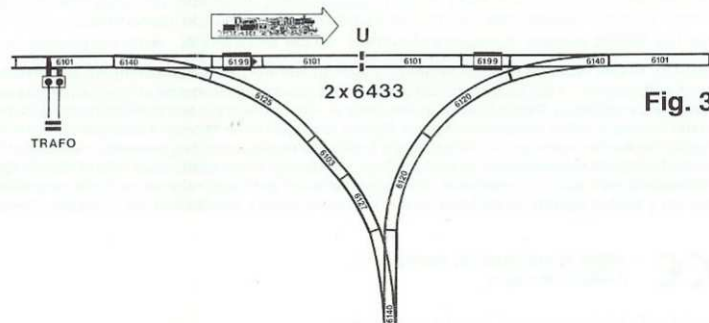

Fig. 3
Das Kehrschleifen-Set 6199 kann auch in ein Gleisdreieck eingebaut werden. Auch hier kann das Gleisdreieck nur in Pfeilrichtung befahren werden. (Fig. 3) Nachdem ein Zug die Unterbrechung U überfahren hat, hält er solange, bis der Reglerknopf am Fahrpult über den Nullpunkt hinweg in die andere Fahrtrichtung gedreht wird.
The train will travel over piece 1 into the reverse loop as far as the isolating break (U) on the exit side. After the train has halted, simply reverse the direction of the control knob of the controller, and the train will continue onwards. The reverse loop set 6199, can also be installed in a track triangle. Here also the train must travel in the set direction. (Fig. 3). As soon as the loco has passed over the isolating break (U) it will stop, until the direction of the control knob of the controller is reversed.
Le train entre dans la boucle par le rail 1 et s'arrête devant le rail 2, après être passé sur le sectionnement U. Il sortira de la boucle dès qu'on aura inversé le courant au transformateur. Le Set 6199 peut également être incorporé dans un triangle. Ici aussi, le train devra toujours parcourir le triangle dans le même sens (celui indiqué par la flèche blanche, voir fig. 3). Le train s'arrêtera après le passage sur le sectionnement U et continuera son chemin après inversion du courant au transformateur.
De trein rijdt over deel 1 de keerlus binnen en blijft na onderbreking U voor deel 2 staan. De trein rijdt de keerlus uit wanneer men na het stoppen van de trein de regelknop van de trafo over het nulpunt in de andere rijrichting draait. De keerlus-set 6199 kan ook in een raildriehoek worden gemonteerd. Ook hier kan de raildriehoek alleen in de pijlrichting gereden worden. (fig. 3) Nadat de trein onderbreking U gepasseerd is stopt hij net zo lang tot de regelknop van de trafo over het nulpunt in de andere richting wordt gedraaid.
Tåget går över del 1 i vändslingsan och blir stående efter avbrottet U framför del 2 i körriktningen. Tåget går ur vändslingsan, när trafons reglerknapp vrids över nollpunkten mot andra körriktningen efter tågstoppet. Vändslingseset 6199 kan också byggas in i en spårtriangel. Också här kan du köra genom triangeln endast i körriktningen (fig. 3). Efter det att ett tåg har kört över avbrottet U, stannar det tills trafons reglerknapp vrids över nollpunkten mot andra körriktningen.
Il treno passa dal part. 1 della racchetta e dopo l'interruzione U si ferma davanti al part. 2 in direzione di uscita. Il convoglio esce dalla racchetta previa rotazione della manopola di regolazione del trasformatore per l'inversione di marcia, passando naturalmente per il punto centrale della scala (posizione zero). Il corredo racchetta 6199 può essere installato anche in un triangolo di binari. Anche in questo caso la racchetta è percorribile nell'unico senso indicato dalla freccia (Fig. 3).